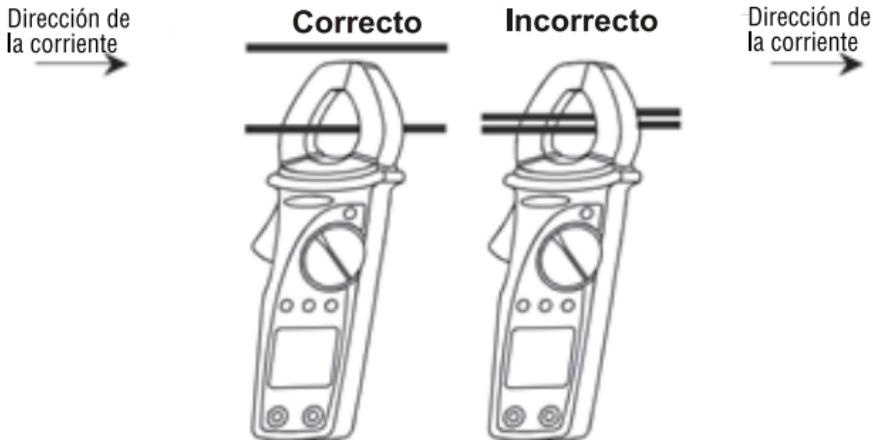

Fig. 6: Uso de la pinza durante mediciones de corriente CC
### **Medición de la corriente continua (CC) (consulte la fig. 6)**